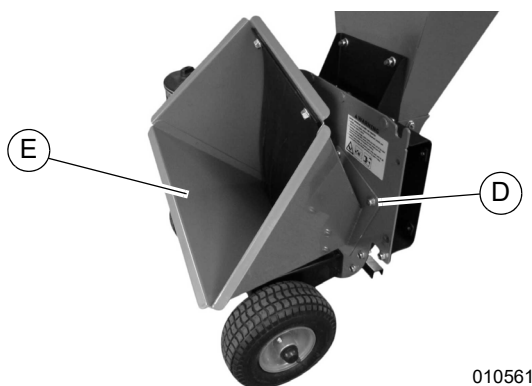

Figure 4-5. Changer le couteau de déchiquetage (2 de 4)
3. Voir Figure 4-5. À l'aide d'une clé de 1/2 po, retirer les trois écrous-freins (D) qui attachent la goulotte de déchiqueteuse (E) à la machine et retirer la goulotte.